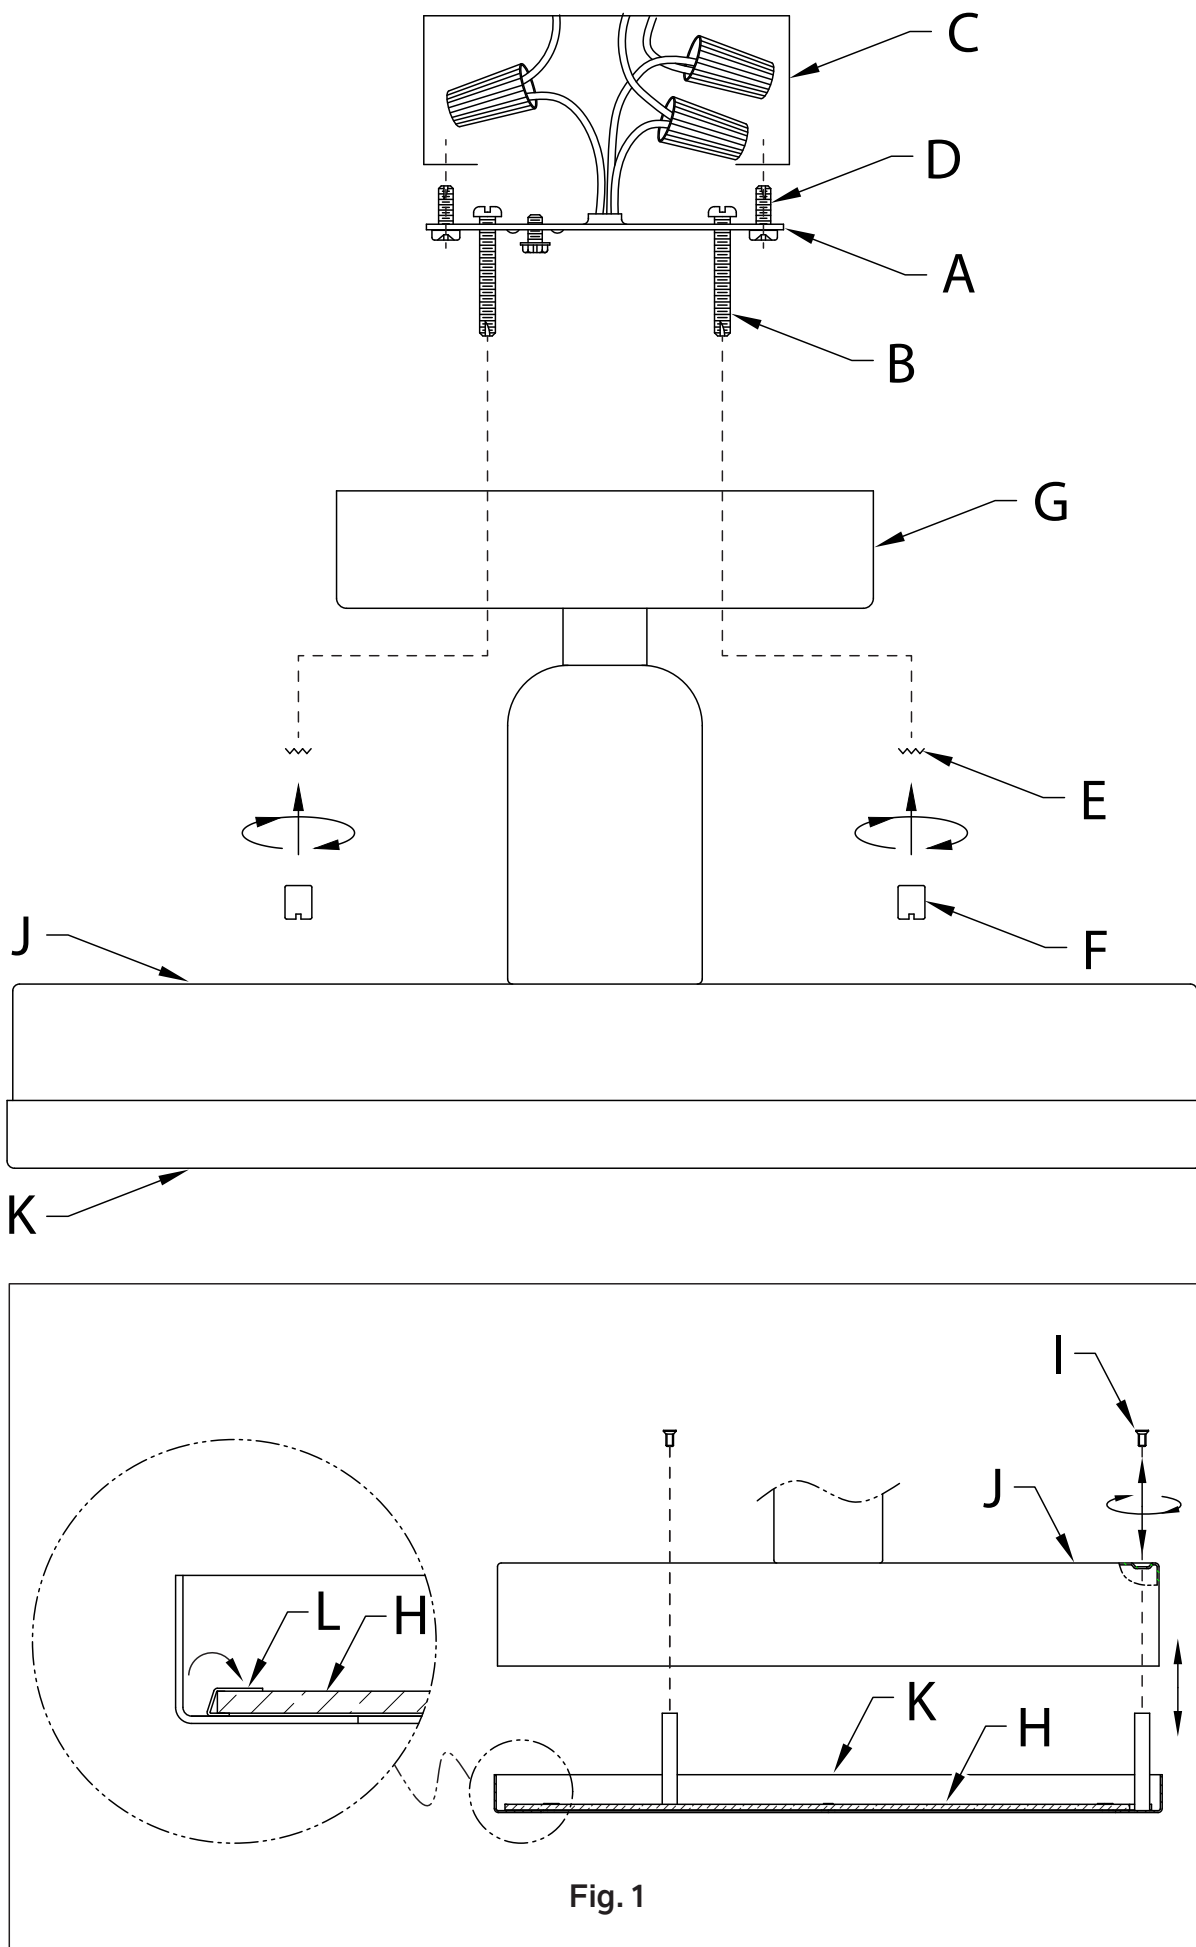

Fig. 1
1. Desenrosque los tornillos avellanados [I] de la parte superior del cuerpo principal [J] (véase la Fig. 1).